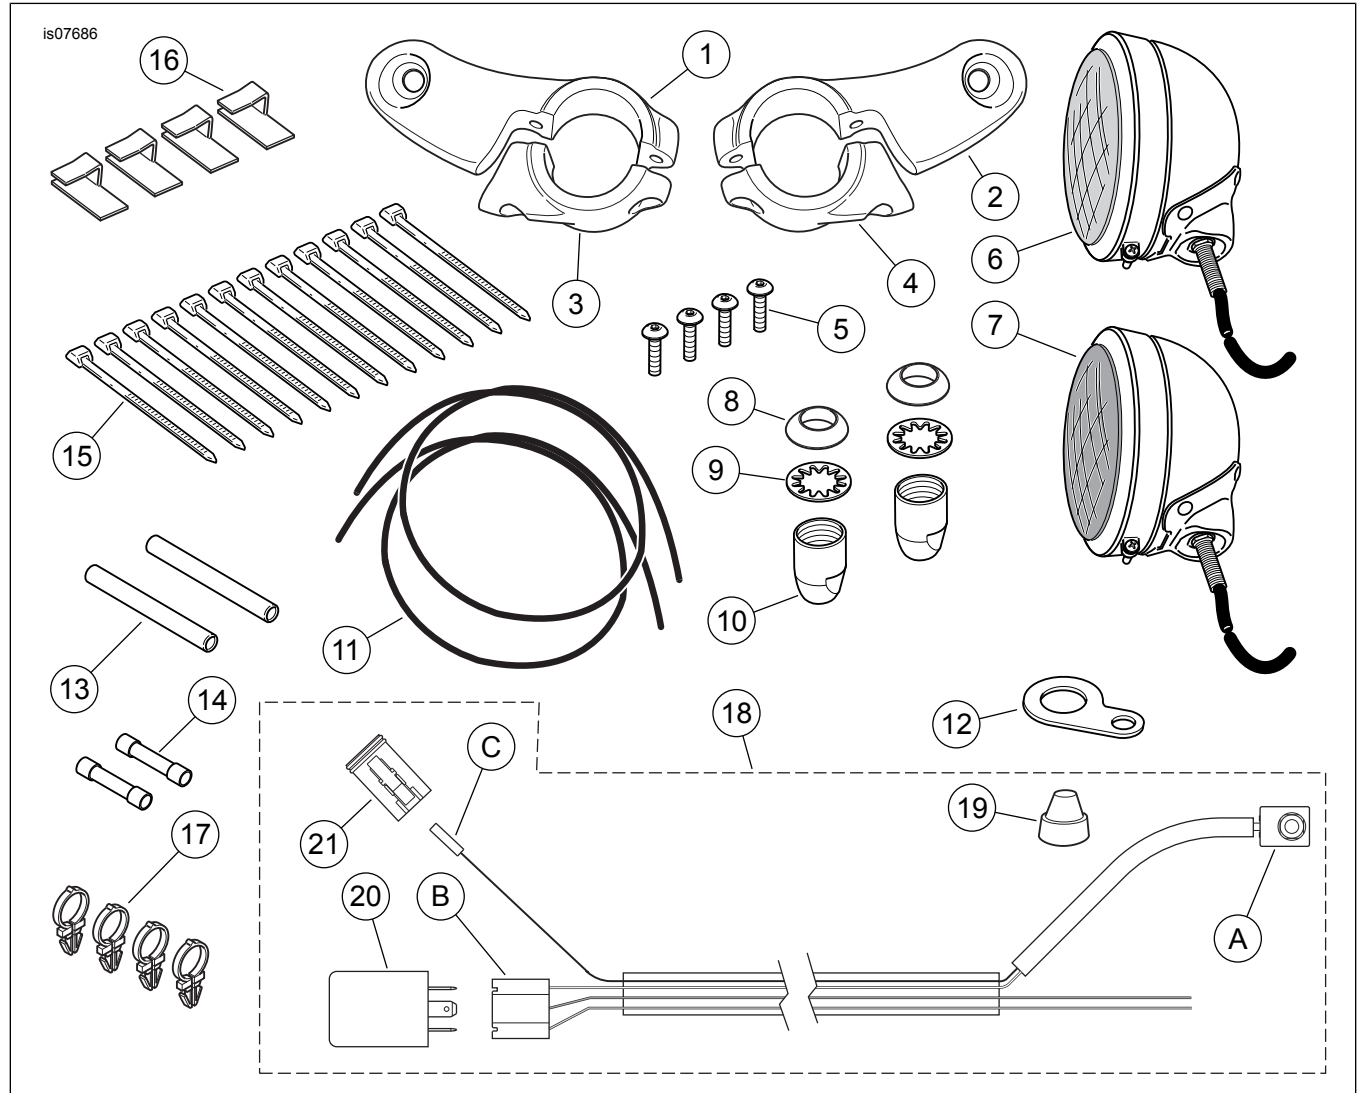

Abbildung 5. Ersatzteile, Polizei-Notleuchtensatz
Siehe Abbildung 5 und Tabelle 1.
5. Siehe Abbildung 5. Den Kabelbaum (18) einbauen. Den Warnblinker (20) in die Öffnung unter dem Kraftstofftank einsetzen und den langen Zweig des Kabelbaums entlang des Rahmenrückens im Inneren der Kunststoffkabelelektriktafel vorwärts verlegen.
11. Den Kabelbaumzweig mit dem Leuchtschalter nach Bedarf mit den **neuen** Kabelbaumbindern (Abbildung 5, Teil 17) am Lenker befestigen. Die Kabelbaum binder in den Löchern im Lenker einschnappen lassen.
18. Den Schrumpfschlauch (1) vom Spleiß wegschieben. Die versiegelten Stoßverbinder (3) mit dem Heizstrahler erhitzen. Die Wärme von der Mitte des Quetschverbinders langsam zu den Enden führen, bis das schmelzbare Dichtungsmittel aus beiden Enden des Stoßverbinders austritt. Den Stoßverbinder abkühlen lassen.
19. Den Schrumpfschlauch (1) über den Spleiß schieben. Den Schrumpfschlauch mit dem Heizstrahler erhitzen, um die versiegelte Stoßverbindung zu versiegeln. Die Wärme von der Mitte der Quetschverbindungen zu den Enden führen.
20. Siehe Abbildung 5. Die Kabel mit den Clips mit Klebstoffrückseite (16) aus dem Satz an der unteren Gabelhalterung sichern.